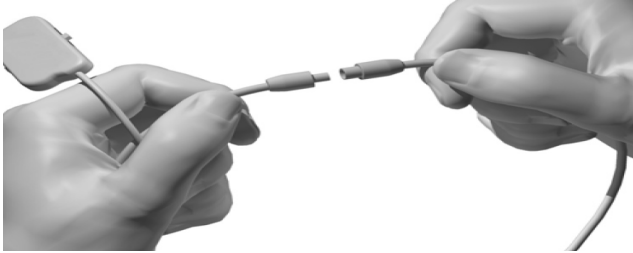

Abbildung 7: Operationssaakabel 1x8 mit Kabelverlängerung
1. Die Operationssaakabelverlängerung am Operationssaakabel anbringen (Abbildung 7).